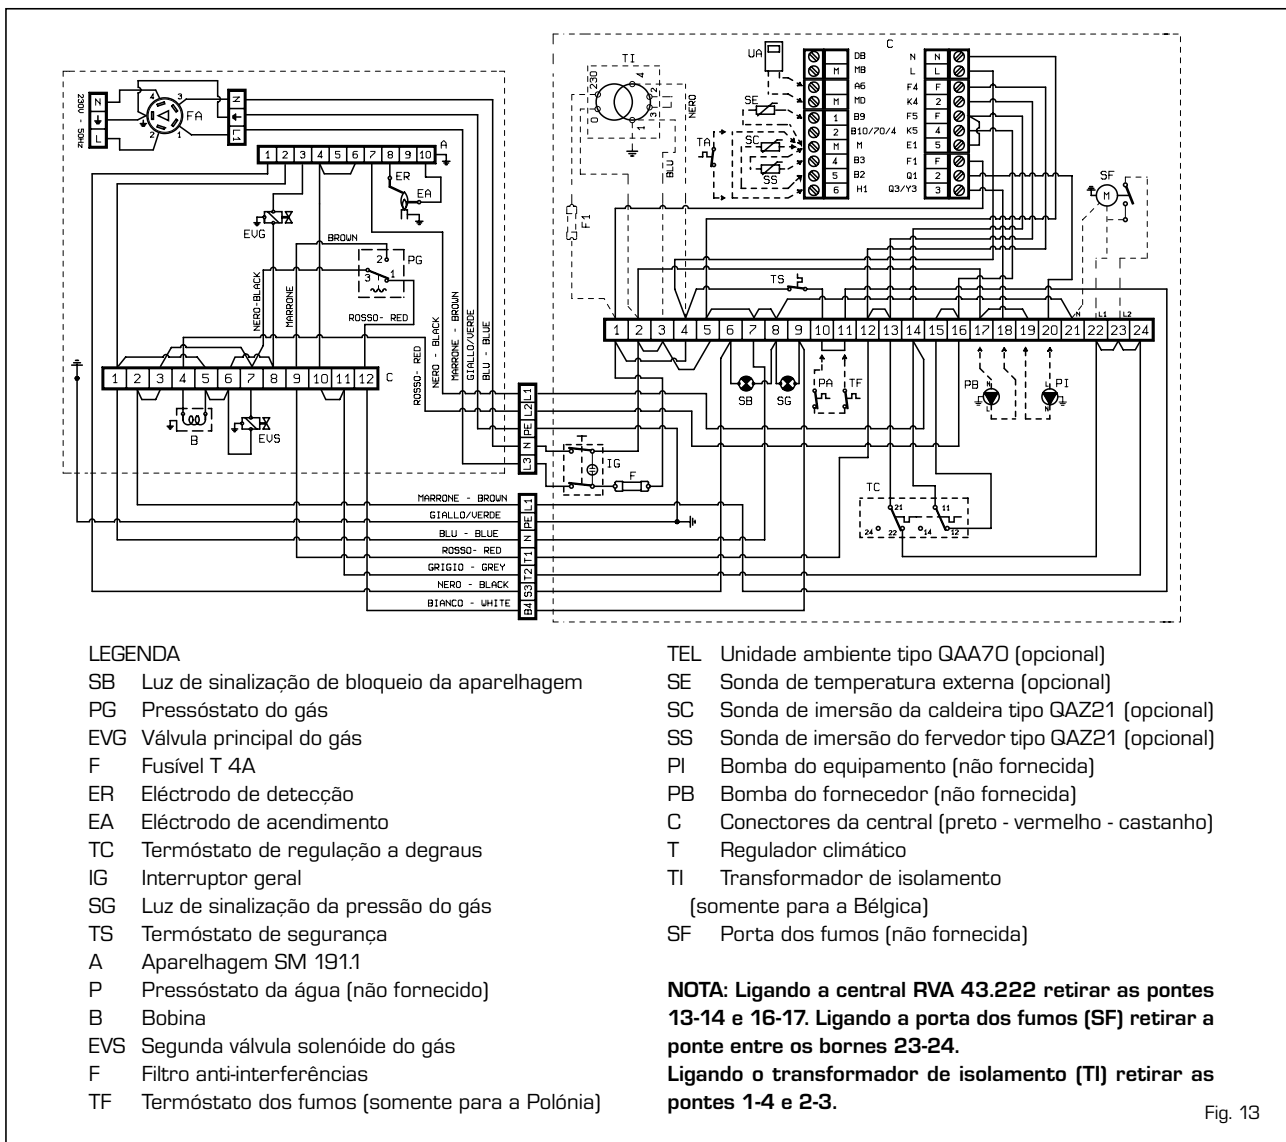
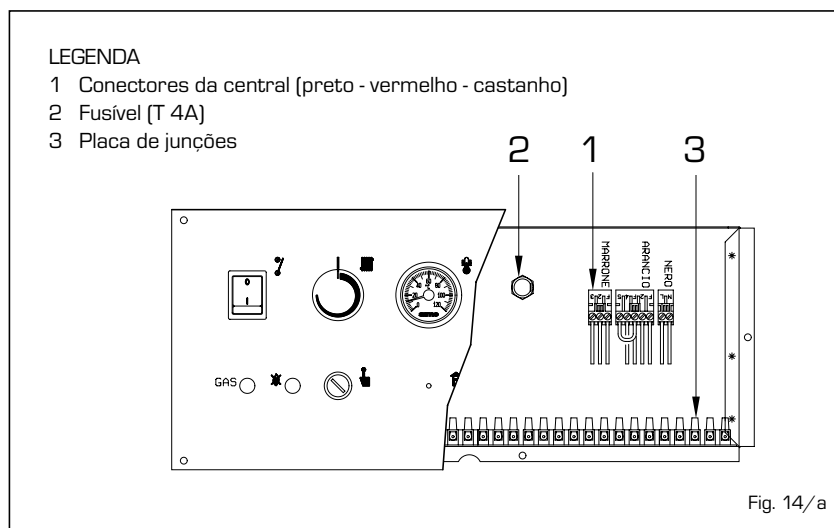

Fig. 13
Fig. 14/a
A alimentação deve ser efectuada com tensão monofásica 230V-50Hz por meio de um interruptor geral protegido por fusíveis com uma distância entre os contactos de pelo menos 3 mm (fig. 13).
Il bulbo della sonda dell'eventuale bollitore esterno (SS), optional cod. 6277110, deve ser introduzida na bainha do fervedor e a da sonda da caldeira (SC) na bainha da caldeira. Para a montagem da sonda de temperatura externa (SE) seguir as instruções que se encontram na embalagem dessa mesma sonda. Para efectuar as ligações eléctricas, consultar o esquema da fig. 13.
Está prevista no circuito eléctrico uma série de conectores para a instalação de uma central opcional, marcados com cores diferentes: preto, vermelho e castanho (fig. 14/a). Os conectores são polarizados de modo que não é possível inverter a sua ordem. Para instalar a central é necessário ligar esses conectores e retirar da placa de junções as pontes 13-14 e 16-17 (fig. 13). A central consente também a utilização de sondas e unidades de ambiente cujos conectores, polarizados e coloridos, se encontram num saco dentro do painel de comandos.